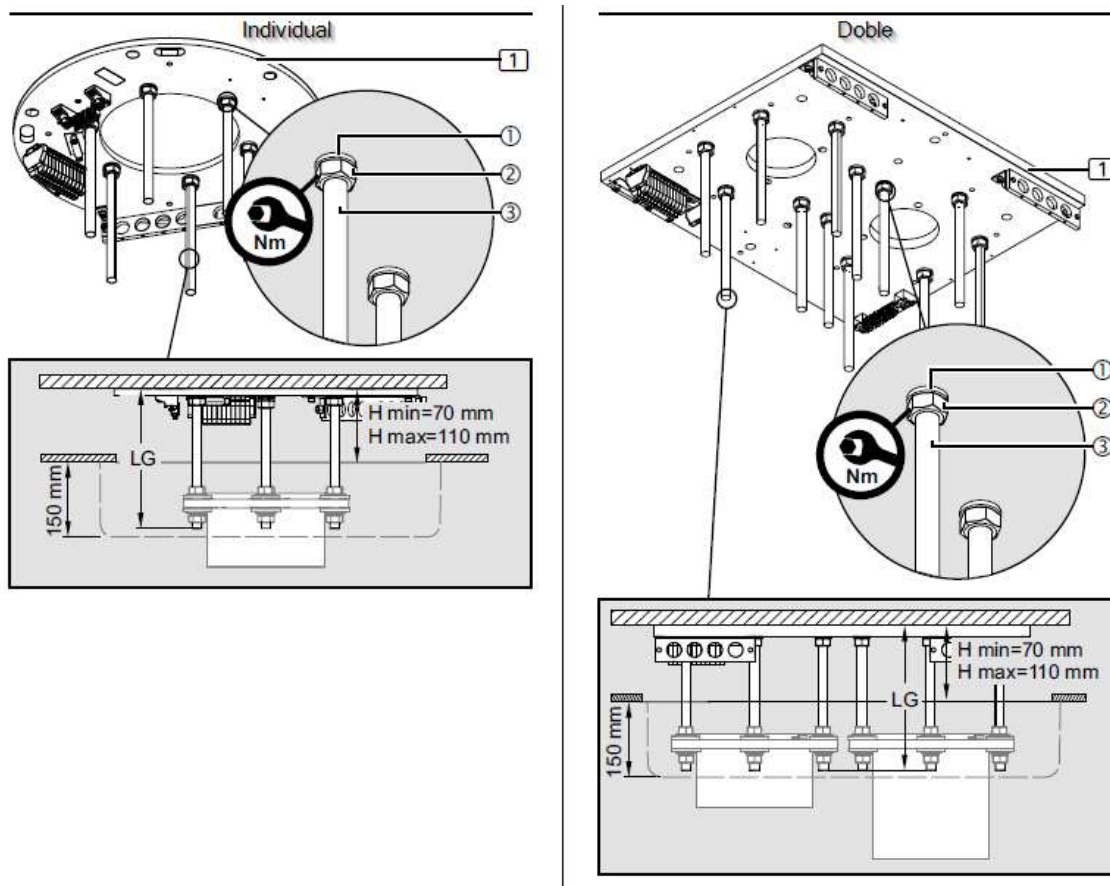

Fig.19 Montarea plăcii de interfață cu tavan fals
- Garnitura de tavan (3) va fi montată ulterior la nivel cu tavanul și acoperă flanșa tubului de tavan.
- Lungimea necesară a șuruburilor filetate M16 x 330 mm (1) depinde de distanța H: de la tavan până la marginea inferioară a tavanului intermediar 2.
- Țineți cont de lungimea minimă și maximă a șuruburilor filetate M16 x 330 mm (1).
- Pentru ornamentul plafonului (3), care are o înălțime de 150 mm, șuruburile filetate 6/12 M16 x 330 mm (3) trebuie tăiate conform indicațiilor din Fig. 19.
- Pentru a determina lungimea LG a șuruburilor filetate (1), $LG = H + 135\text{mm}$ (min. 205mm / max. 245mm)
- Îndepărtați ușor bavurile de pe șuruburile filetate M16 x 330 mm (1) pentru a asigura o fixare maximă a filetului în placa de interfață (1).
- Înșurubați 1 piuliță hexagonală M16 (2) pe fiecare șurub filetat M16 (3), apoi așezați 1 șaibă elastică (1) pe fiecare.